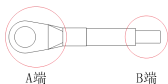

图6 接线端子示意图
(5) 接地安装：配件 MV810-EIP01 在配线时，须做接地安装，接地线材须用户自行准备和压接，如图 6。